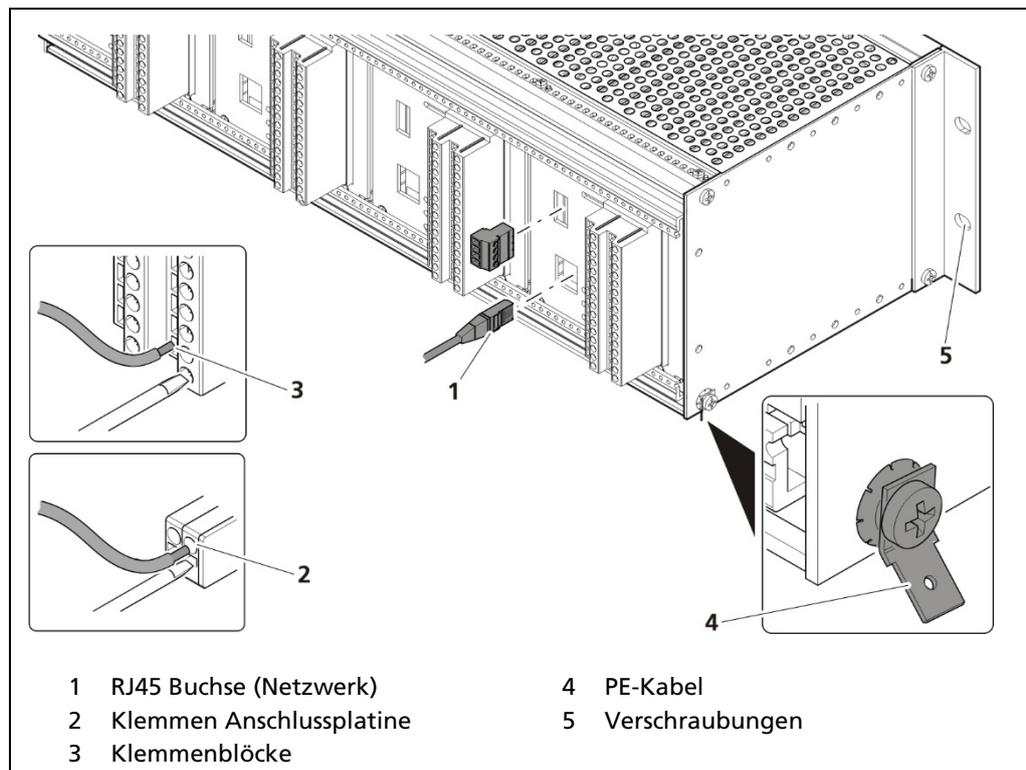

Abb. 150 Außerbetriebnahme 19"-Baugruppenträger
2. Entfernen Sie den Netzwerkstecker (Abb. 150, Pos.1).
3. Entfernen Sie alle Leitungen von der Anschlussplatine (Abb. 150, Pos.2) oder den Klemmenblöcken (Abb. 150, Pos.3).
4. Entfernen Sie das PE-Kabel (Abb. 150, Pos.4).
5. Entfernen Sie die Verschraubungen (Abb. 150, Pos.5) und ziehen Sie den Baugruppenträger aus dem 19"-Rack.